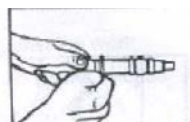
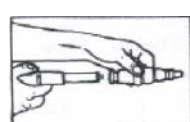

Рис.3
Рис.4
9.2. Снять с наконечника пружину U-формы и вытащить наконечник с направляющей крепежа (см. рис.3 и рис.4)